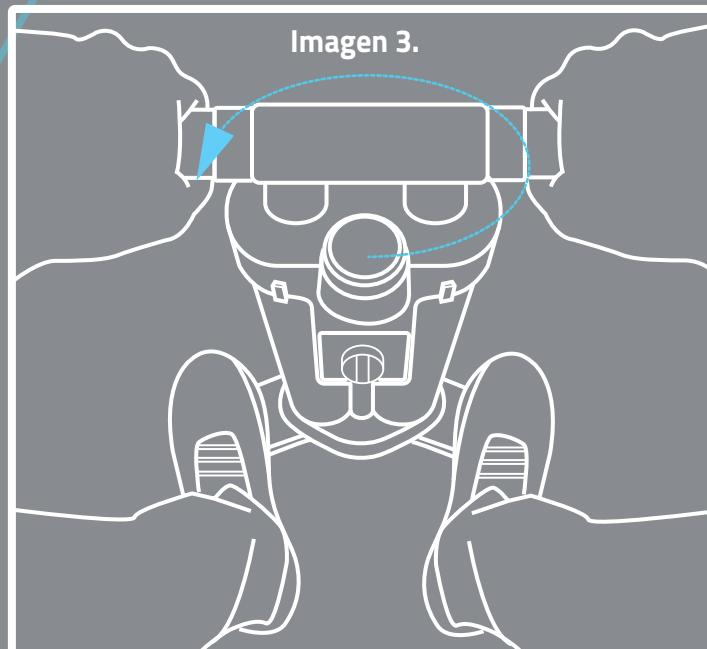

Imagen 3.
- Para quitar la placa del pie, pisa la placa y gira el bombín hacia la izquierda agarrando las empuñaduras, **Imagen 3.**